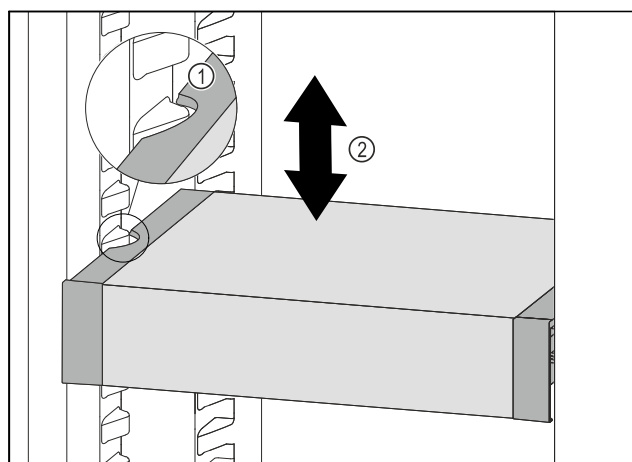

Fig. 131
- Dra VarioSafe framåt tills sidofördjupningarna på VarioSafe är i samma nivå som behållarlisterna i kyldelen. Fig. 131 (1)
- Förflytta VarioSafe uppåt eller nedåt i kyldelen tills önskad höjd har uppnåtts. Fig. 131 (2)